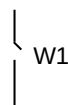

Рис. 5.47 Ключ W-типа
5.5.3 W-ключ (I-switch), управляемый током (рис. 5.47)